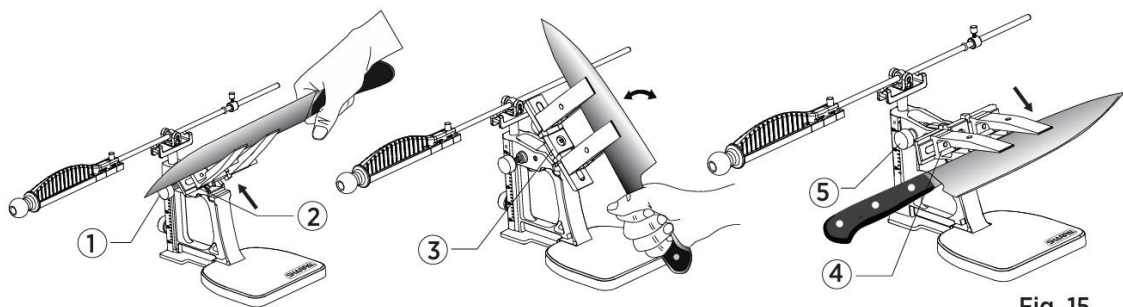

Fig. 15
3. Fahren Sie mit dem Schärfen fort, bis Sie auf der gesamten gegenüberliegenden Seite der Klinge einen Grat spüren. Lösen Sie den Drehknopf, heben Sie den Drehbalken an und drehen Sie ihn vorsichtig um 180°, um zur gegenüberliegenden Seite der Klinge zu wechseln. Halten Sie den Messergriff für bessere Kontrolle während dieses Schrittes (siehe Fig. 15). Sobald die Einstellung abgeschlossen ist, ziehen Sie den Drehknopf fest an.